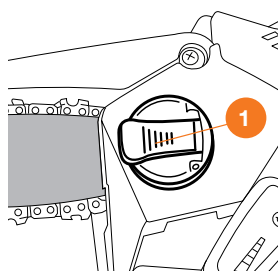

Рис. 8
- Установите защитную крышку и закрутите гайку-барашек ❶ (Рис. 8).